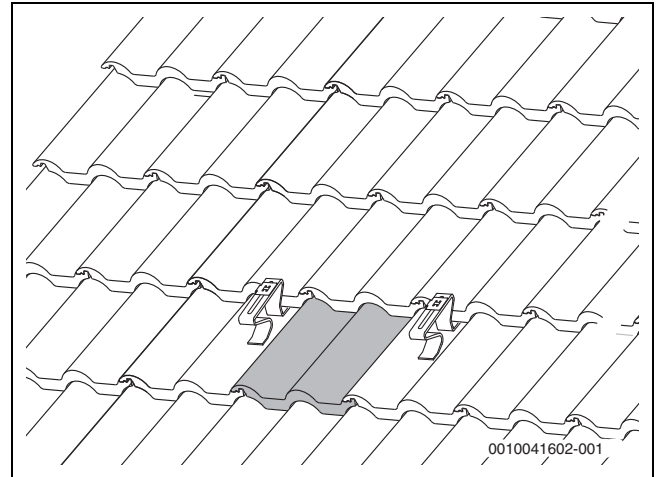

Bild 18 Mindestens einen unbelasteten Dachziegel zwischen zwei Dachhaken nebeneinander
- ▶ Dachhaken-Positionen festlegen und auf das Dach übertragen (→ Bild 18).